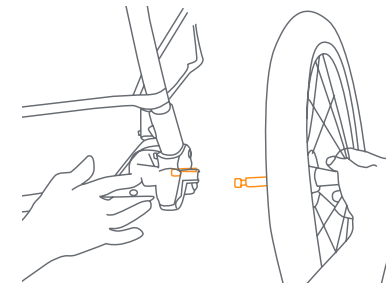

Fig. 8
- 8) • Lean the stroller forward to rest on the front wheel. To attach the rear wheels, push each wheel's axle into the plastic corner fitting as shown in Fig. 8. Depress the metal lever on the inside of the corner fitting as you push the axle into corner fitting. When the wheel will not go on any farther, release the lever. Check that the wheel has locked into the corner fitting by pulling on the wheel. If not locked, lift upward on the lever, push the wheel on farther and release lever.
- Incline el carrito hacia delante de modo que se apoye en la rueda delantera. Para colocar las ruedas traseras, empuje el eje de cada rueda dentro del accesorio plástico de la esquina como se indica en la Fig. 8. Baje la palanca metálica que está dentro del accesorio de la esquina mientras empuja el eje hacia el interior del mismo. Cuando no pueda empujar más la rueda, suelte la palanca. Tire de la rueda para verificar que se haya trabado en el accesorio de la esquina. Si no se trabó, levante la palanca, empuje la rueda aún más y suelte la palanca.